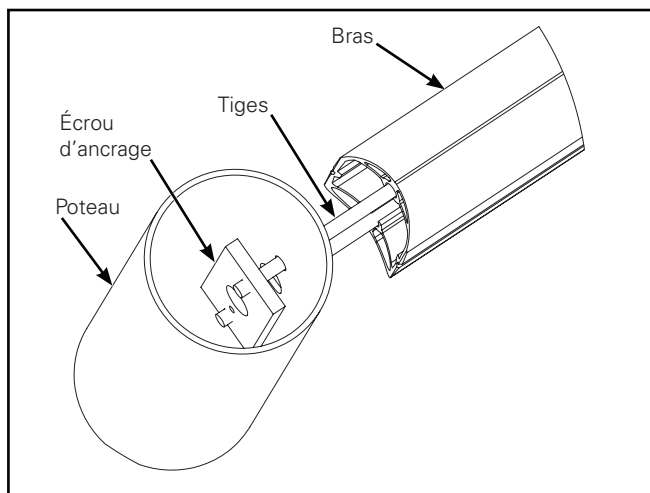

Figure 2.
2. Glissez l'écrou d'ancrage dans le poteau. Placez les tiges filetées à travers les trous du poteau et dans l'écrou d'ancrage. Glissez le bras sur les tiges filetées (Figure 2).